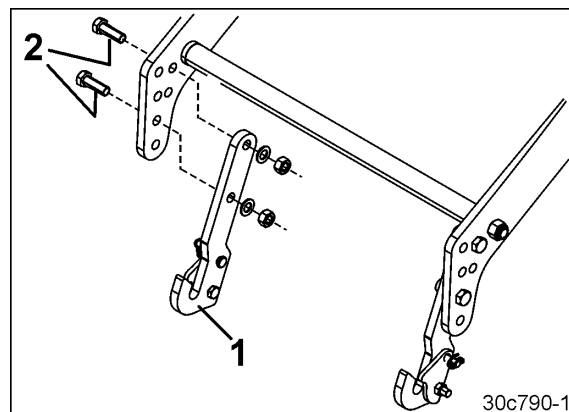

図 102
1. 拘束フック（図 102/1）をそれぞれ 2 本のねじ（図 102/2）でリフトフレームに固定してください。